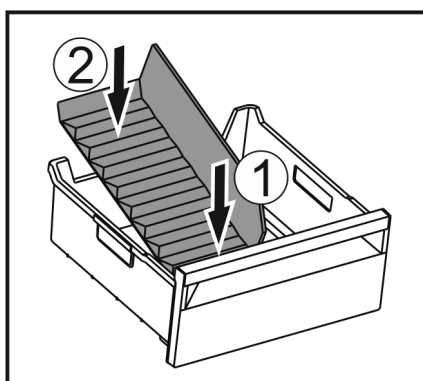

Fig. 139
- ▶ Helyezze be a jégrekesz-elválasztó elülső részét. Fig. 139 (1)
- ▶ Süllyessze le a jégrekesz-elválasztó hátsó részét a fiók aljáig. Fig. 139 (2)